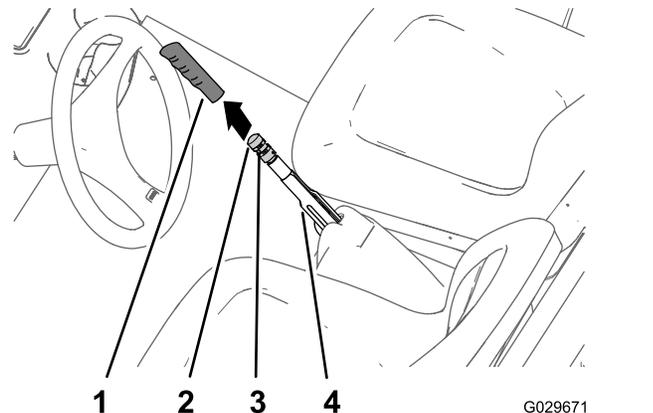

Bild 56
1. Nehmen Sie den Griff vom Feststellbremshebel ab (Bild 56).
2. Lösen Sie die Stellschraube, mit der das Feststellbremshandrad am Feststellbremshebel befestigt ist (Bild 56).
3. Drehen Sie das Einstellhandrad für die Bremse, bis eine Kraft von 133 bis 156 N erforderlich ist, um den Feststellbremshebel zu betätigen (Bild 56).
4. Ziehen Sie die Stellschraube fest und befestigen den Handgriff (Bild 56).
2. Lösen Sie die Stellschraube (Bild 56), mit der das Bremseinstellhandrad am Feststellbremshebel befestigt ist, lösen Sie die Feststellbremse und das Bremseinstellhandrad.
5. Drehen Sie das Einstellhandrad für die Bremse (Bild 56), bis eine Kraft von 133 bis 156 N erforderlich ist, um den Feststellbremshebel zu aktivieren.
- C. Drehen Sie das Einstellhandrad für die Bremse (Bild 56), bis eine Kraft von 133 bis 156 N erforderlich ist, um den Feststellbremshebel zu aktivieren.
- Ziehen Sie die Stellschraube fest und befestigen den Handgriff (Bild 56).